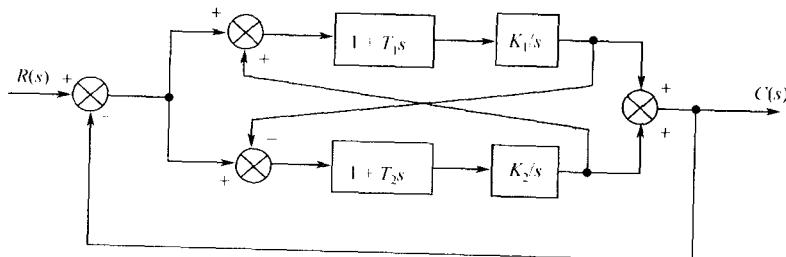

图 2-5 系统框图
4. 系统框图见图 2-5, 求传递函数 $C(s)/R(s)$ 。